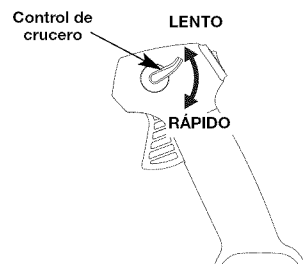

Fig. 15
- Una vez que el motor haya arrancado y esté caliente, oprima el gatillo para acelerar la unidad según sea necesario (Fig. 15).
- Para periodos de funcionamiento más prolongados y para eliminar la posibilidad de fatiga en el dedo, mueva el control de crucero hacia la posición **RÁPIDO** para aumentar poco a poco o mantener la velocidad del motor de la unidad (Fig. 15). Cuando se oprima el control de crucero, el gatillo retrocederá hacia la manija.
- Para disminuir la velocidad del motor, mueva el control de crucero hacia la posición **LENTO** y el gatillo regresará a la posición de marcha en vacío (Fig. 15).
- Use el control de crucero (Fig. 15) para mantener el gatillo oprimido mientras esté trabajando para facilitar el funcionamiento continuo.